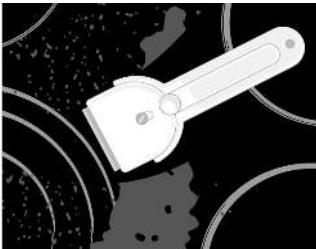

рис. 4
- Сахар и сладкие блюда могут сильно повредить стеклокерамическую поверхность (рис. 5), поэтому во избежание повреждения поверхности немедленно удаляйте их с помощью скребка, даже если варочная поверхность еще не остывла (рис. 4).